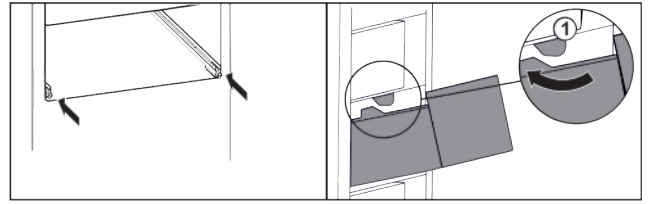

Fig. 40
- ▶ Обведите выдвижной ящик вокруг стопора Fig. 40 (1).